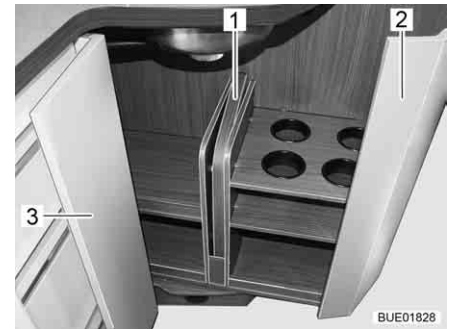

Bild 133 Arbeitsplattenverbreiterung, verstaut
- Arbeitsplattenverbreiterung (Bild 133,1) abnehmen und im Auszug (Bild 133,2) verstauen.
- Tür (Bild 133,3) schließen.